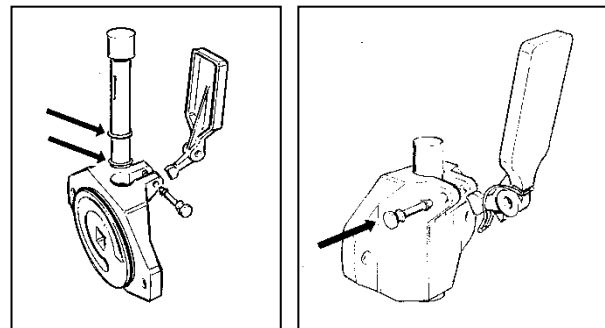

Fig. 29
- Après avoir remonté les joints d'étanchéité sur le piston et les avoir bien lubrifiées (fig.29), insérer ce dernier à l'intérieur de son siège dans la bride, monter le levier de distribution et son ressort et rétablir leur connexion avec le goujon d'assemblage (fig.29).